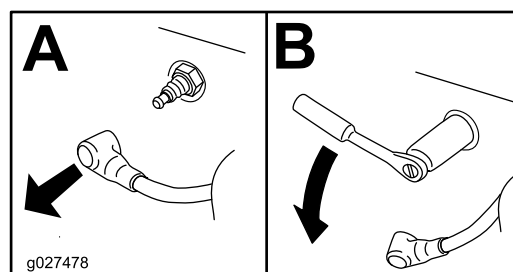

Figure 28
3. Déposez les bougies comme montré à la Figure 28.